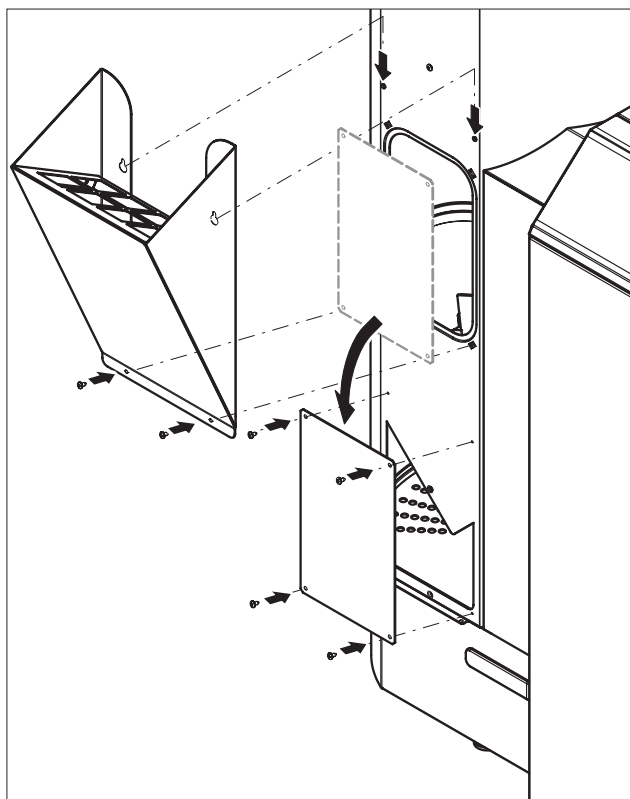

Fig. 86 Montare il contenitore pellet e il coperchio di revisione
- inserire i pellet nella stiva attraverso l'apertura di revisione con un piccolo secchio o una paletta, oppure fissare il contenitore pellet (accessorio – Contenitore pellet provvisorio o per il riempimento manuale della stiva, quando il convogliamento non è ancora terminato.) e inserire i pellet – Fig. 86.
- Montare il coperchio di revisione come protezione dal contatto davanti all'apertura della coclea di alimentazione – Fig. 86.